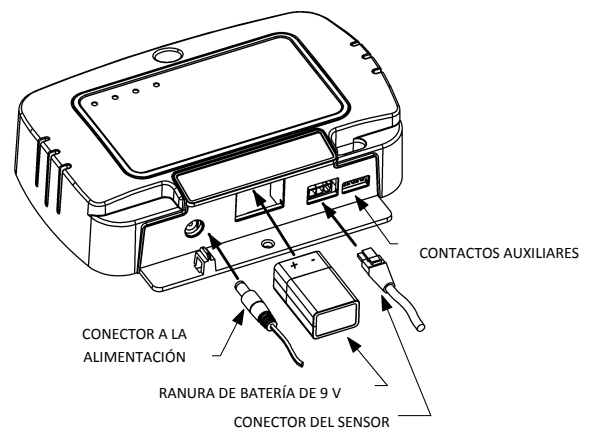

Figura 3
- 4) Encamine el cable del sensor hacia afuera del hoyo de la fosa del sumidero y conéctelo a la parte inferior del gabinete de la alarma. Vea la **Figura 3**.
- 4) Encamine el cable del sensor hacia afuera del hoyo de la fosa de aguas residuales y conéctelo a la parte inferior del gabinete de la alarma, asegurándose de que no interfiera con el funcionamiento del flotador principal de la bomba. Vea la **Figura 3**.
- 1) Conecte el adaptador de alimentación proporcionado a la alarma como se muestra en la Figura 3. Enchufe el adaptador de alimentación al receptáculo en la pared y verifique que el indicador verde de encendido ("power") se ilumine.
- 2) Instale la batería de 9 V como se muestra en la **Figura 3 (página anterior)**. Prestando atención a la polaridad, la batería debe empujarse levemente para quedar en su lugar y ajustarse en el saliente de la parte inferior de la cámara de baterías.